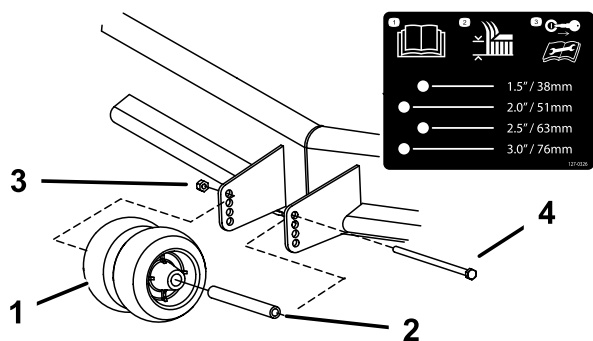

Figura 12
3. Regolate i rulli antistrappo come illustrato nella Figura 12.